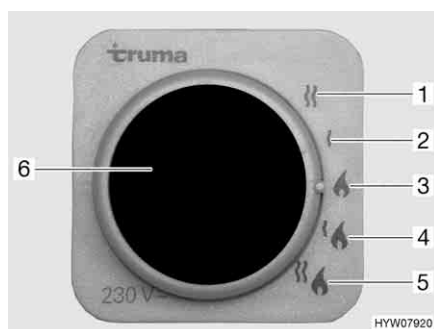

Fig. 110 Selettore di energia per riscaldamento/boiler
- Funzionamento a gas (Fig. 110,3)
- Funzionamento elettrico a 230 V con gradi di potenza da 900 W (Fig. 110,2) oppure 1800 W (Fig. 110,1)
- Funzionamento a gas e funzionamento elettrico a 230 V (funzionamento misto) con gradi di potenza da 900 W (Fig. 110,4) oppure 1800 W (Fig. 110,5)
Se viene selezionato il funzionamento elettrico a 230 V, la spia gialla di controllo (Fig. 110,6) si accende.